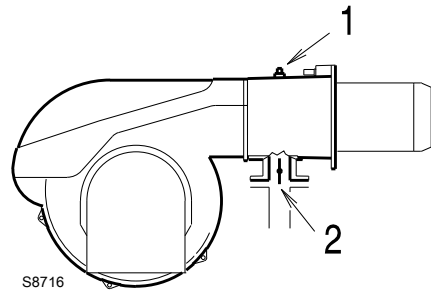

图 24
在测试点 1)(图 24) 处测量的燃气压力，其中：
压力损失 2)(图 24)，在燃气蝶阀开度最大时：90°
- 用在测试点 1)(图 24) 处测量的燃气压力减去炉膛压力。
测试点 1)(图 24) 的燃气压力=16.0 mbar
了解测试点 1)(图 24) 处所需燃气压力，将燃烧器以最大出力运行，然后：
- 读出右边栏 1 所示插座压力 1)(图 24)。
测试点 1)(图 24) 所需的压力。